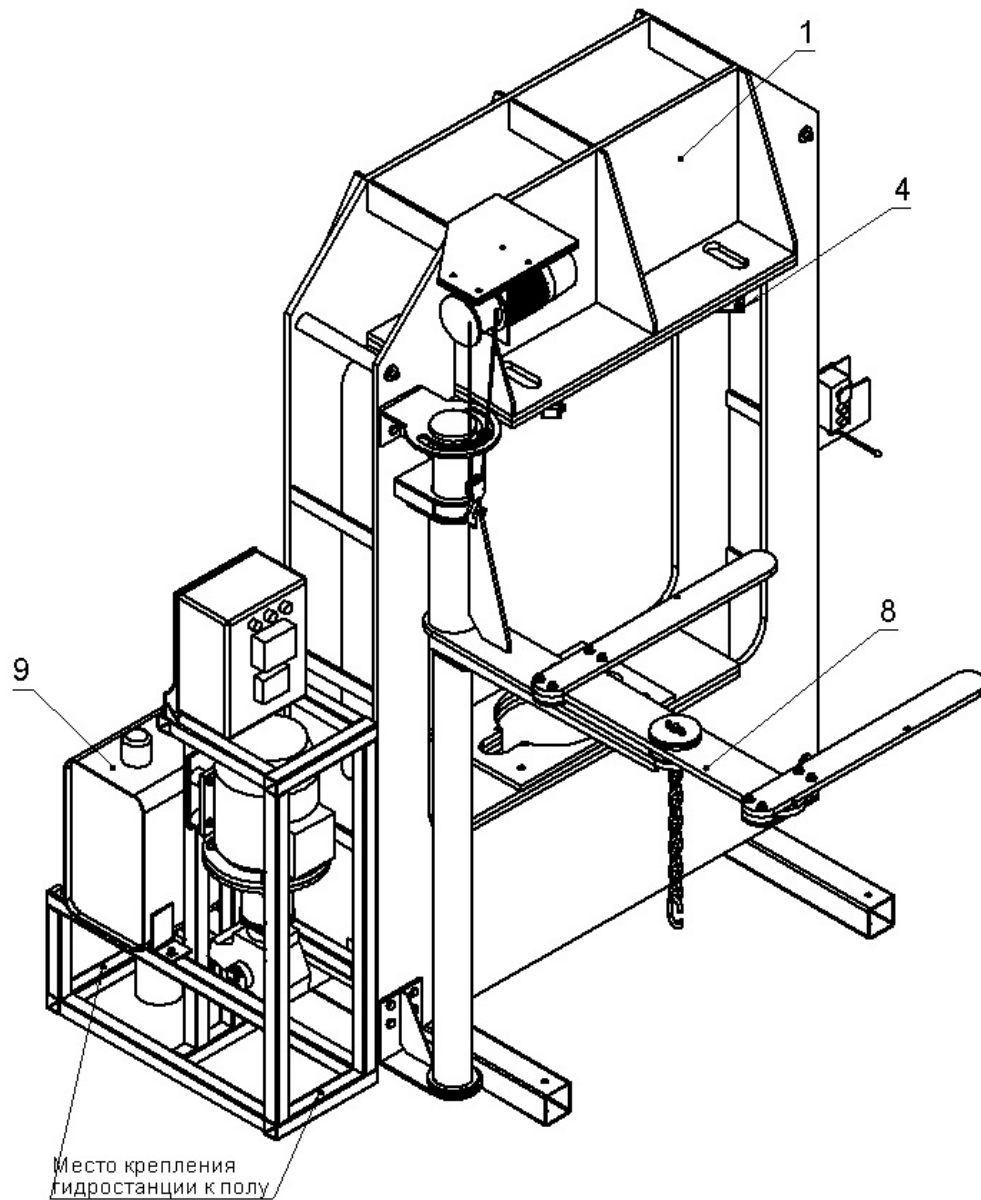

Рис. 13 Крепление гидростанции.
3.2.5. Со стороны подъёмного механизма установить гидростанцию и зафиксировать её на полу двумя анкерными болтами (рис. 13). При этом гидростанция не должна попадать в рабочую зону подъёмного механизма.